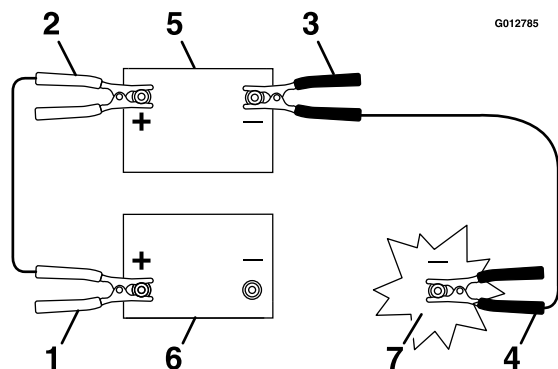

図 50
3. 図 50 のように、救援される車両のバッテリー・スタータまたはスタータソレノイドに接続されているのプラス+端子に、プラス+ケーブルを接続する。